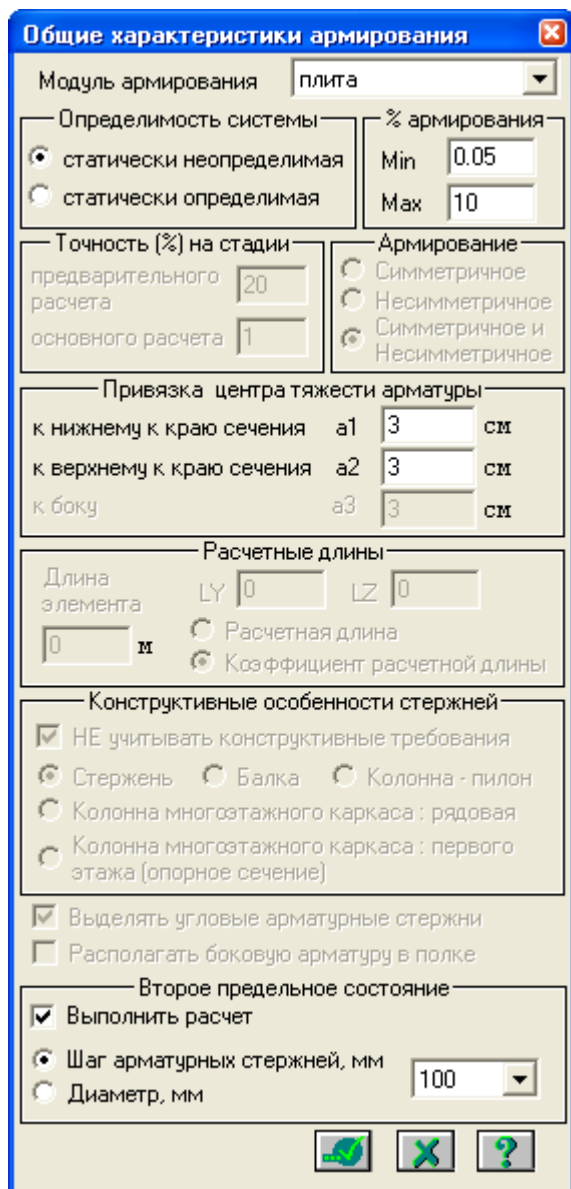

Рис.2.18. Диалоговое окно **Общие характеристики армирования**
- На экран выводится диалоговое окно **Общие характеристики армирования** (рис.2.18), в котором задайте следующие параметры: